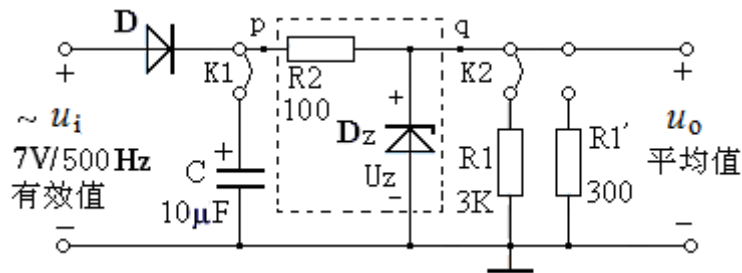

图 4-1 半波整流、滤波、稳压电路
1. 按图 4-1 连接电路，K1、K2 是短路块。调节函数信号发生器的输出电压，使  $u_i$  等于 7V(有效值)/500Hz 正弦交流信号（用哪一种仪表测量交流电压？）。注意选用“电压输出”BNC（一种用于同轴电缆的连接器）插口输出，虚线框内的元件暂时不接入，并先将 p, q 两点短接，电容 C 暂时不接入。